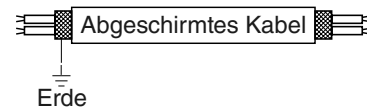

Abb. 5-4
(5) Als Einheiten-Steuerverbindungskabel (c) müssen abgeschirmte Kabel verwendet werden, wobei die Abschirmung auf einer Seite geerdet werden muss, da andernfalls Funktionsstörungen durch Störsignale auftreten können. (Abb. 5-4)